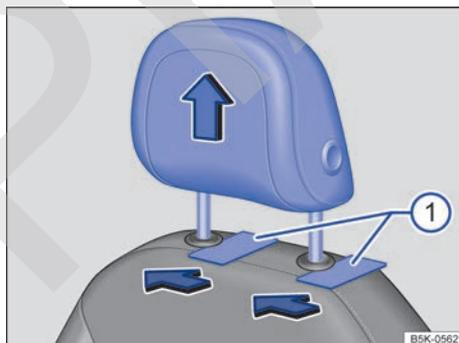

Fig. 39 Apoyacabezas delantero: desmontar.
- Para desbloquearlo, introduzca un objeto plano (una tarjeta de plástico, p. ej.) entre el tapizado del respaldo y las tapas de las barras del apoyacabezas → fig. 39 ① mientras una segunda persona extrae el apoyacabezas completamente.